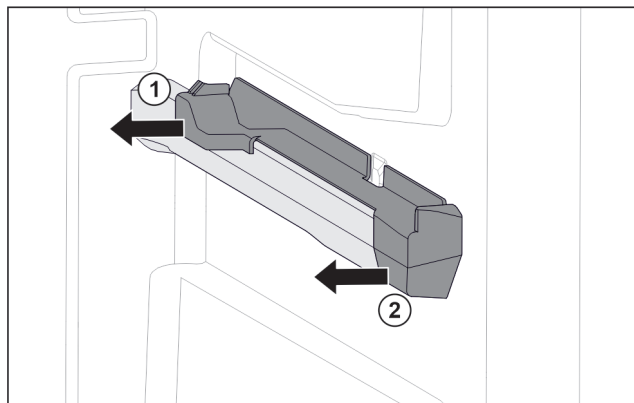

Fig. 122 Наставка върху дясното ребро на съда
- Изтеглете наставката отзад настрани. Fig. 122 (1)
- Изтеглете наставката отпред настрани. Fig. 122 (2)